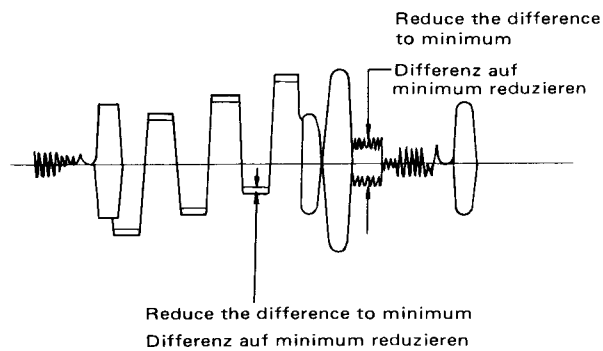

Fig. 39 Abb. 39
4. Adjust DL adj. control ( R622) to reduce B-Y signal to zero as in fig. 39.
5. Adjust DL matching transformers L608 and L609 to reduce the difference of 1H and 2H signal to zero as in fig. 39.
4. Mit dem Regler der Verzögerungsleitung ( R622) das B-Y-Signal auf Null bringen wie in Abb. 39.
5. Den Anpaßtrafo der Verzögerungsleitung ( L608, L609) so abgleichen, daß die Differenz zwischen den Signalen 1 H und 2 H zu Null wird. ( s. Abb. 39)